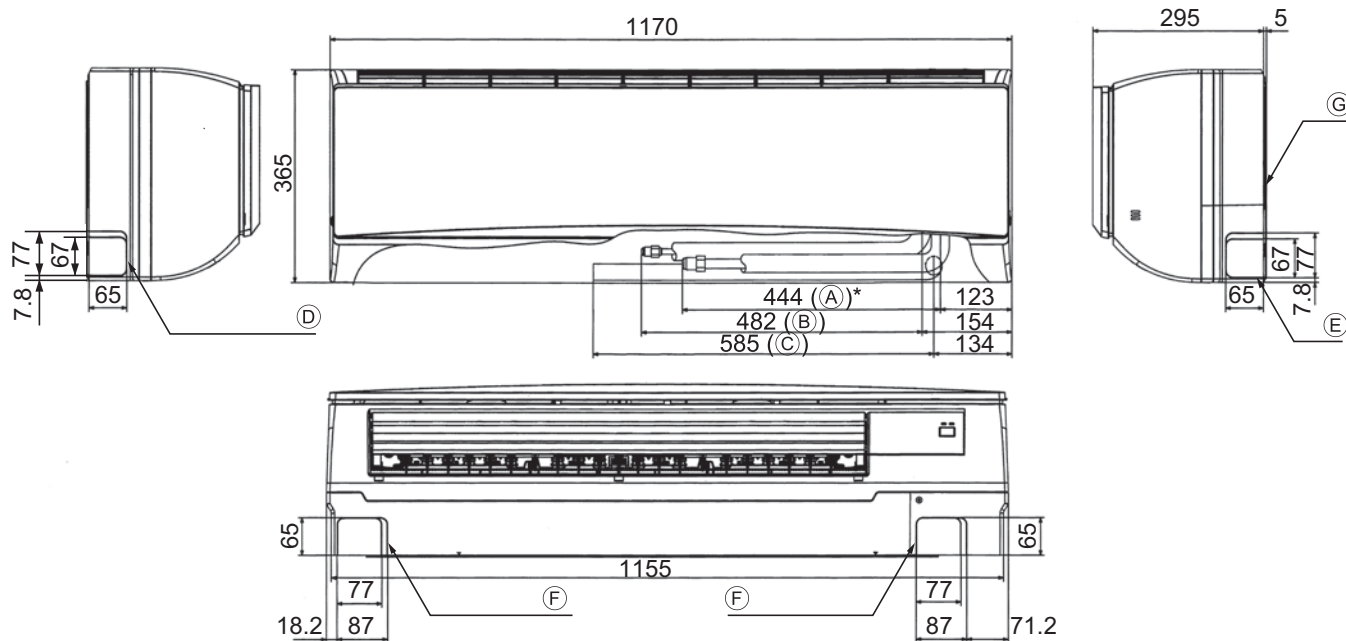

Fig. 4-2
4.2. Anordnung der Kältemittel- und Ablaufrohrleitungen (Fig. 4-2)
- (A) Gasrohr * Verweist auf den Zustand mit angeschlossenen Zubehör.
- (B) Flüssigkeitsrohr
- (C) Ablaufschlauch
- (D) Ausschlagöffnung für linke Rohrleitung
- (E) Ausschlagöffnung für rechte Rohrleitung
- (F) Ausschlagöffnung für untere Rohrleitung
- (G) Montageplatte ①